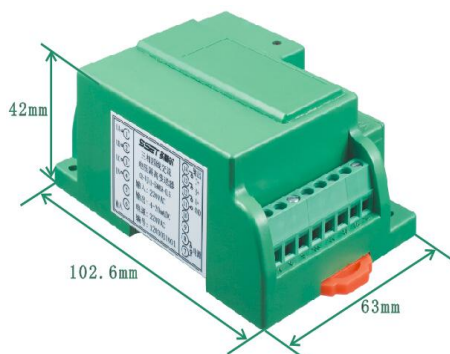
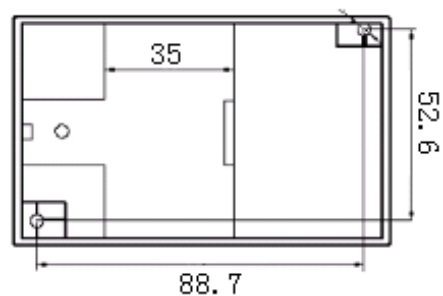

图 1 MSK 型外形图
图 4 MSK 型产品安装尺寸
- ① 把变送器固定卡槽一侧勾在安装导轨上；
- ② 向下牵动弹簧销(如图 1 底端的红色弹簧销)；
- ③ 使变送器卡口套在安装导轨上；
- ④ 松开弹簧销，变送器即卡在安装导轨上。
- ① 按图 4 中的螺孔位置在固定板上攻丝 M3 螺钉孔；
② 使用 M3 的螺钉拧入螺钉孔中固定;